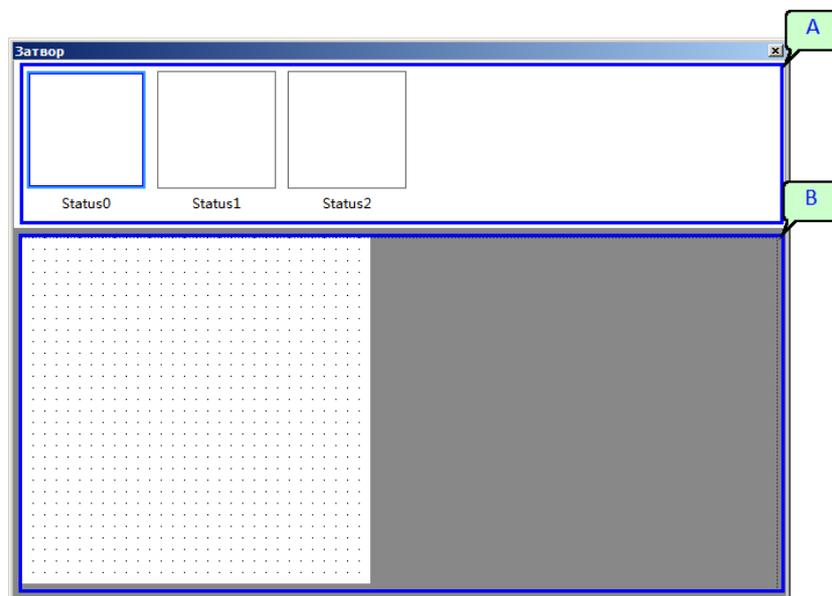

Рисунок 142 - Вкладка редактирования новой графики
4. Для продолжения нажмите "ОК", либо "Отмена" для возврата. В рабочей области программы появится новая вкладка для редактирования новой графики (рисунок 142).